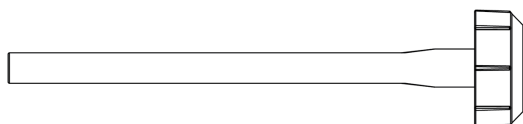

Abbildung 3: Aufnahmevorrichtung
- **Aufnahmevorrichtung (Abbildung 3)**